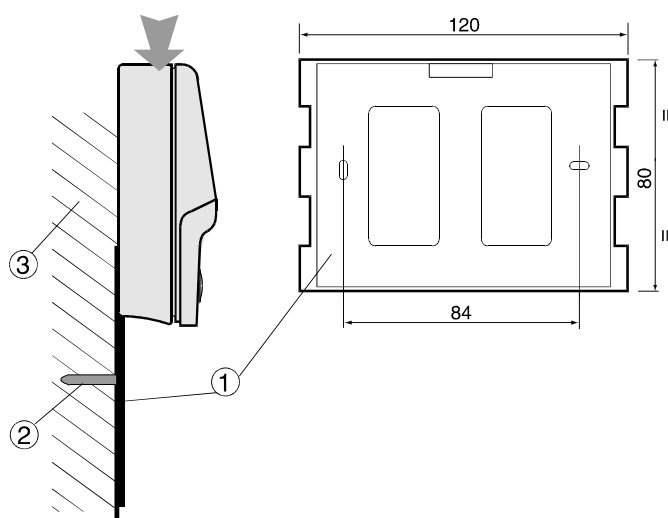

Abb. 9.2.1
Die Wandmontage sieht die Benutzung eines eigenen Befestigungsbügels und ein Unterputzgehäuse mit 3 Modulen für Schalter für den Durchgang der Kabel vor. Mit Bezug auf die Abb. 9.2.1 muss der Bügel (1) an der Wand (3) mittels Schrauben (2) befestigt werden; den Rücken des Instruments am Bügel festmachen.